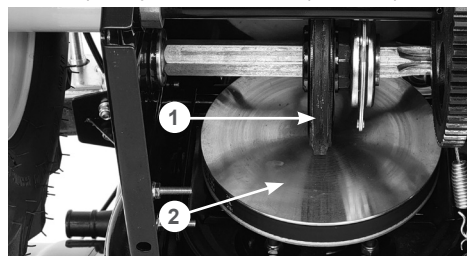

Рис. 17 Проверка нейтрального положения фрикционного колеса
- проверьте положение фрикционного колеса 1 относительно ведущего диска 2 (Рис. 17). Плоскость вращения фрикционного колеса 1 должна находиться точно по центру (оси вращения) ведущего диска 2 (Рис. 17);